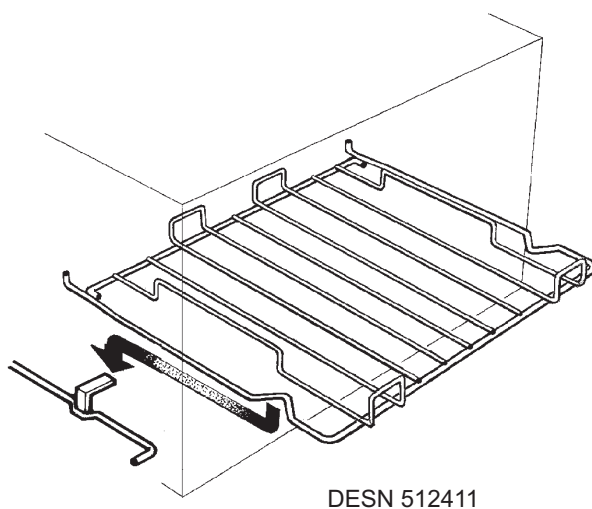

Fig. 11B
- Le plat du gril se pose sur la clayette fournie. Cette clayette est conçue pour se verrouiller une fois en place ; elle peut cependant s'enlever pour être nettoyée (Voir Fig. 11B).
- Ne posez pas les plats directement sur le fond du four. Posez-les toujours sur les clayettes fournies. Voir Fig. 11B.